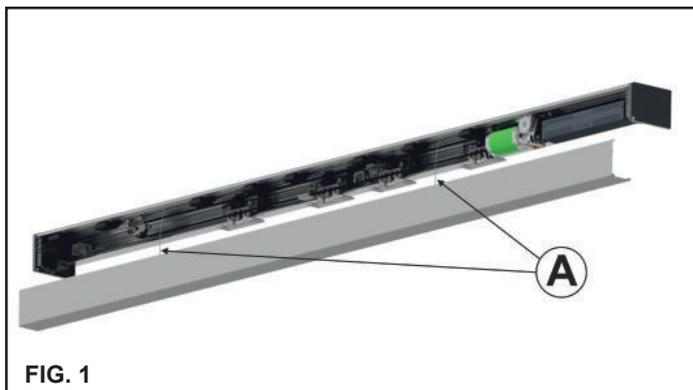

FIG. 1
La carcasa de la automatización NS100VR está dotada de dos cables de sujeción (A) estudiados para mantenerla estable en la posición de apertura (FIG.1).